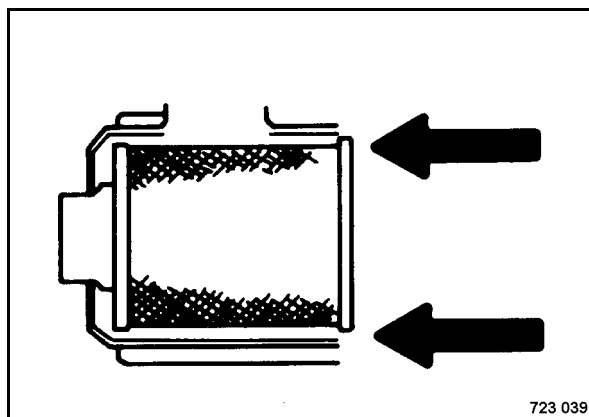

fig. 156
- Installer l'élément filtrant principal (fig. 156).